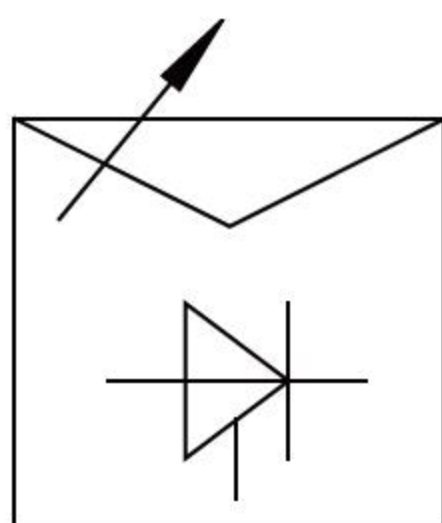

图7-5 打开素材
**01** 单击快速访问工具栏中的【打开】按钮, 打开本书配备资源中的“素材\第7章\7-1 创建可控调节启动器图块.dwg”文件，如图7-5所示。